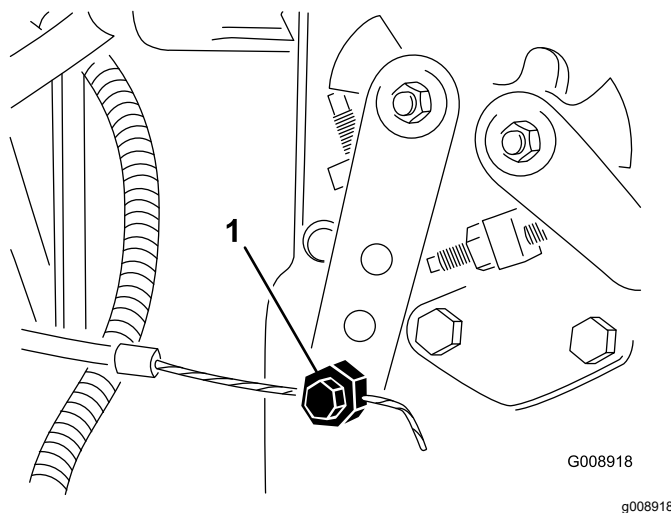

Figura 73
2. Afloje el conector del cable del acelerador en la palanca de la bomba de inyección (Figura 73).